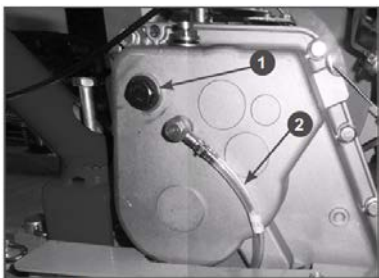

Рис. 13 Заправка масла в коробку передач
2. Открутите пробку 1 маслосливного отверстия. Пробка находится справа в верхней части корпуса коробки передач (Рис. 13).
4. Уровень масла в коробке передач контролируется с помощью специальной трубки 2 (Рис. 13). На трубке нанесены две метки «MAX» и «MN». Уровень масла в коробке передач должен быть по верхнюю метку «MAX» на трубке. При необходимости долейте масло до требуемого уровня.